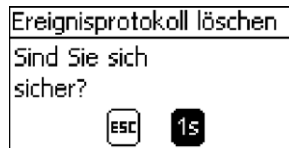

Abb. 16: Dialog Ereignisprotokoll löschen
1. ➞ SET drücken. Abb. 16 erscheint.